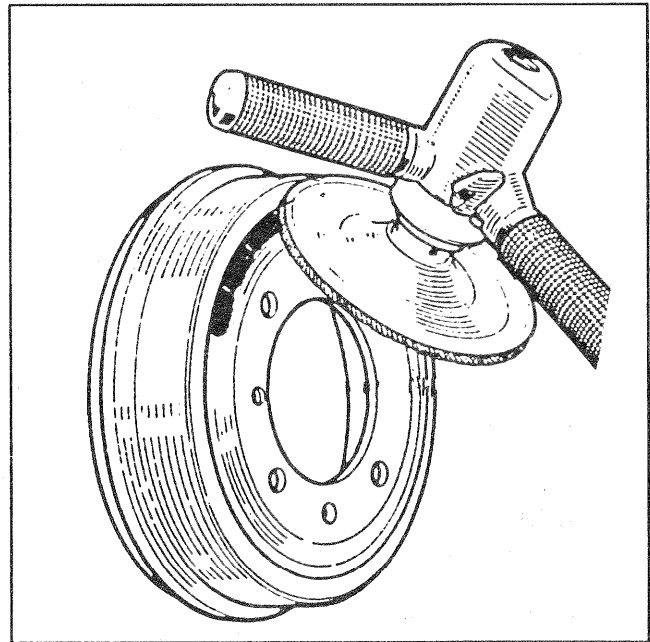

Figure 2
5.6.3 Dans le cas où les masses d'équilibrage sont en contact avec la jante, il sera nécessaire de réduire l'épaisseur de ces masses par meulage, directement sur le véhicule sans déposer le tambour de frein (figure 2).